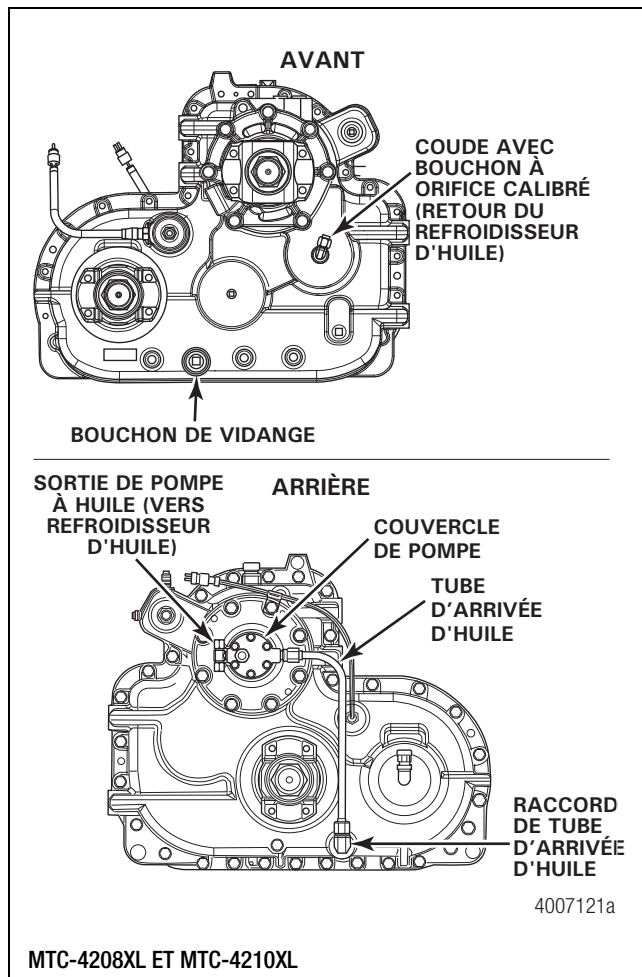

Figure 8.2
2. Brancher la canalisation d'entrée du refroidisseur à la sortie de la pompe. Brancher le tube de sortie du refroidisseur au coude à orifice calibré du roulement avant de l'arbre intermédiaire. Figure 8.2.